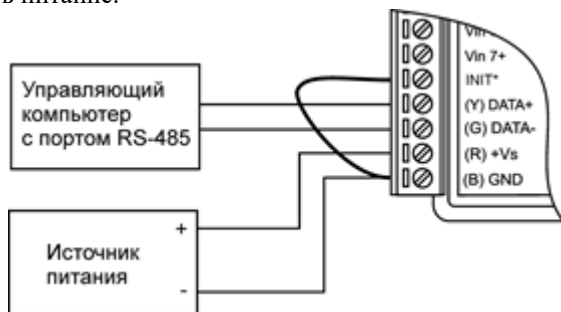

Рис. 6.6. Соединение вывода INIT\* с "землей" для перехода в режим INIT
- установить переключку между выводами INIT\* и GND в соответствии с рис. 6.6;